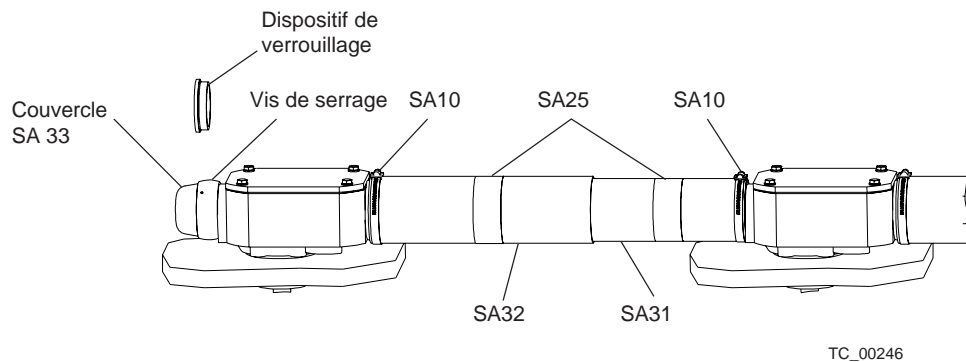

Fig. 39m.
16. Introduire les deux tubes protecteurs sur les engrenages coniques; les fixer à l'aide de colliers de serrage SA10 (voir fig. 39m). Coller les plaques signalétiques autocollantes SA25 sur les tubes, à peu près au milieu de la longueur.
17. Monter le couvercle de protection SA33. Serrer les deux vis de pression (provenant du dispositif de verrouillage – voir fig. 39m).